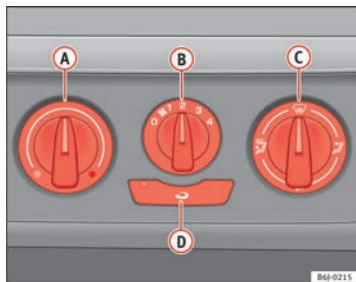

Abb. 100 In der Instrumententafel: Bedienelemente der Heizung
- Drehen Sie den Temperaturregler **A** ⇒ Abb. 100 nach links.
- Drehen Sie den Temperaturregler **A** ⇒ Abb. 100 nach rechts, bis die gewünschte Heizleistung erreicht ist.
- Drehen Sie den Temperaturregler **A** ⇒ Abb. 100 ganz nach rechts auf die höchste Heizleistung.
- Drehen Sie den Temperaturregler **(A)** ⇒ Abb. 100 in den Heizbereich.